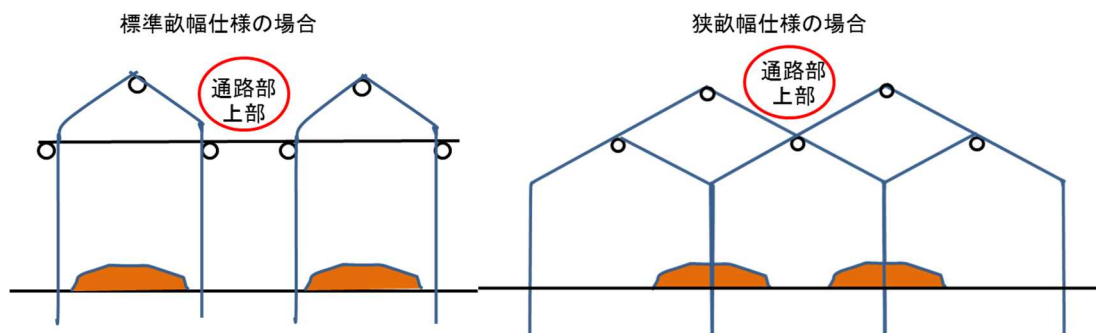

図25 雨よけフィルムの展開
- 雨よけフィルムは、通路部上部を通して端まで引っ張ってから展開する。(図 25)